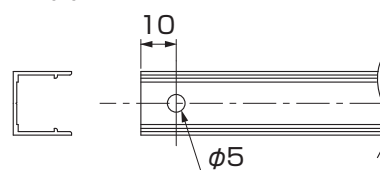

図6-13 枠の穴加工
- 枠、上部枠を切断した場合、取付け穴を図6-13に従って加工してください。